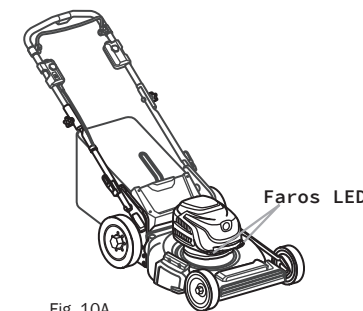

Fig. 10A
- Los faros LED se encuentran en la parte frontal de la tapa de la batería (Fig. 10A).